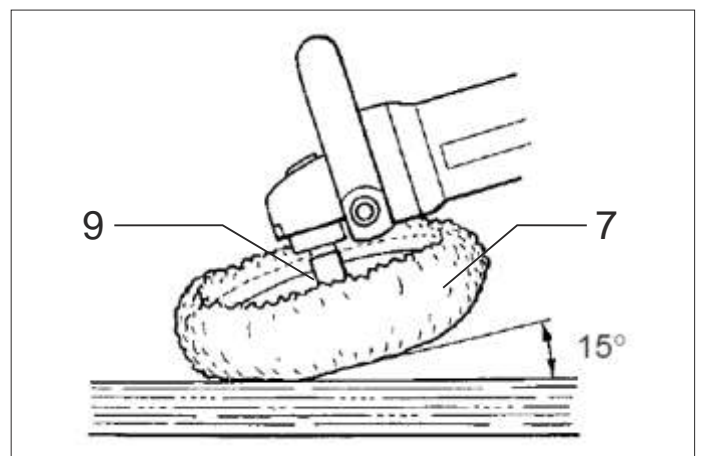

Fig. 8
3.1 Operación y ajuste (fig. 8)
Apriete el gatillo interruptor **12** y gire el dial de ajuste de la velocidad **14** hasta obtener la velocidad aproximada que necesite para su trabajo. Al pulir, mantenga la caperuza de lana **7** a un ángulo de unos 15° con respecto a la pieza de trabajo (Fig. 8).